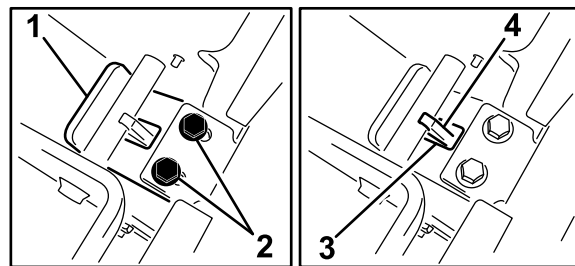

図 15
5. バックプレートへの圧力を保持したまま、トングを手前にスライドさせてトングプレートのリップをクロスバーに接触させる図 15。